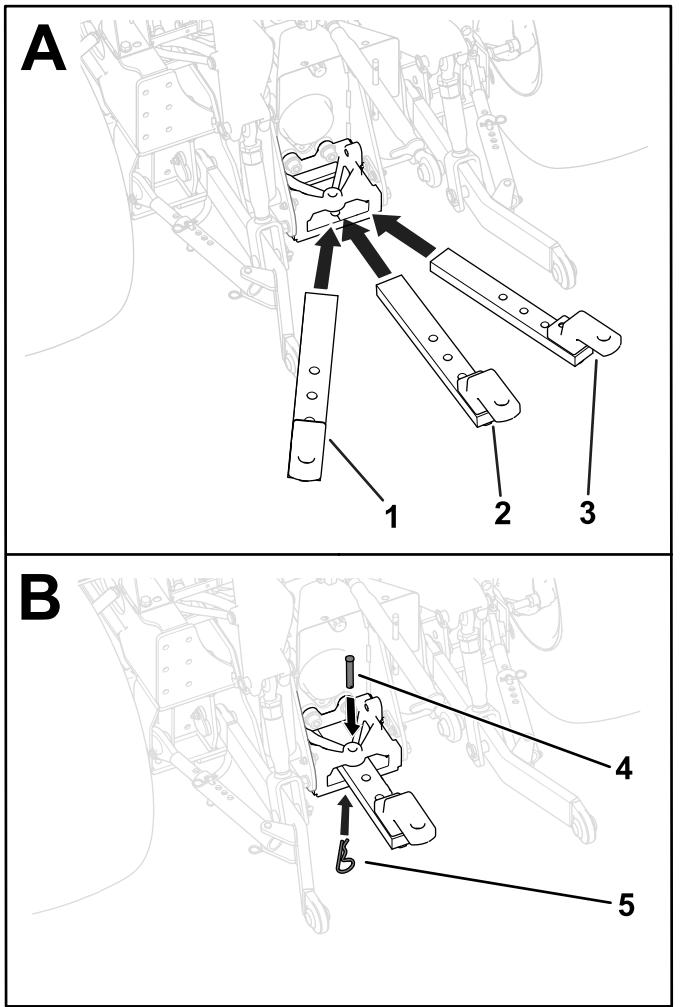

Figura 21
La barra de tracción puede instalarse desplazada hacia la izquierda o hacia la derecha, o en una posición centrada (Figura 21). Determine la posición apropiada de la barra de tracción para su apero, e instale la barra de tracción de la manera siguiente:
1. Introduzca la barra de tracción en el soporte de la barra de tracción (Figura 21).
2. Sujete la barra de tracción al soporte introduciendo el pasador a través de uno de los tres orificios de montaje de la barra de tracción y sujetando el pasador con la chaveta (Figura 21).